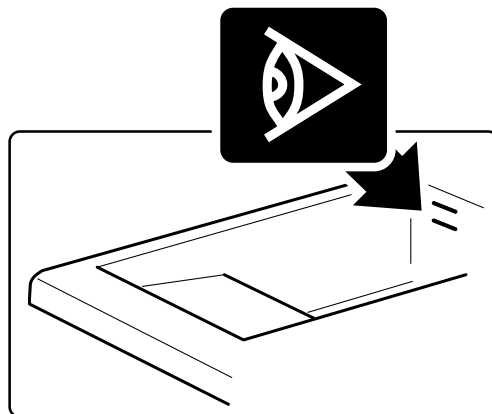

Abb. 5 Höchst- / Mindestfüllstand im Becken
- Stets kontrollieren, dass sich der Ölstand zwischen dem von den Reliefmarkierungen im Innenbereich der Wanne angegebenen **Mindestfüllstand** und dem **Maximalfüllstand** hält, siehe *Abb. 5 Höchst- / Mindestfüllstand im Becken*).
Es ist strikt verboten das Gerät im Fall eines Ölmangels in der Frittierwanne einzuschalten. Stets kontrollieren, dass sich der Ölstand zwischen dem von den Reliefmarkierungen im Innenbereich der Wanne angegebenen Mindest -und dem Maximalfüllstand hält (Siehe Abb. 5 Höchst- / Mindestfüllstand im Becken).